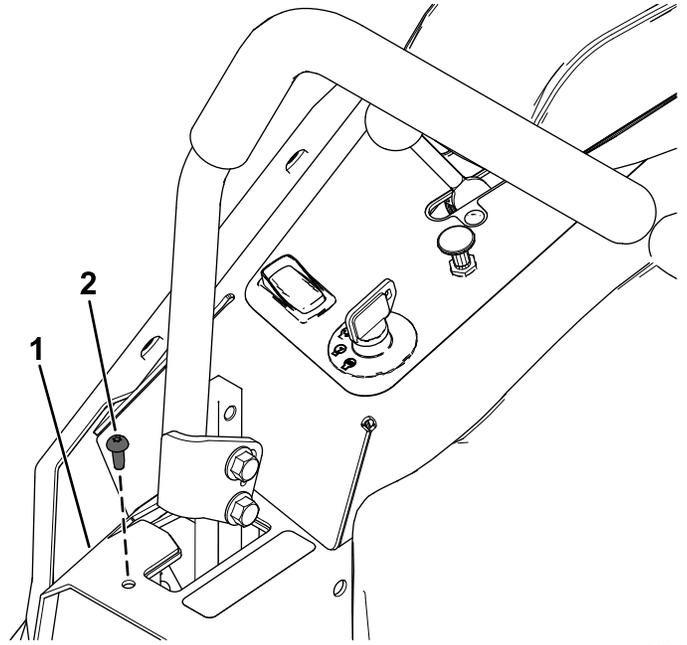

Figura 9
2. Retire el tornillo autorroscante de la cubierta de control de movimiento derecha (Figura 9).
6. Instale el tornillo autorroscante que retiró anteriormente en la cubierta de control de movimiento derecha (Figura 9).